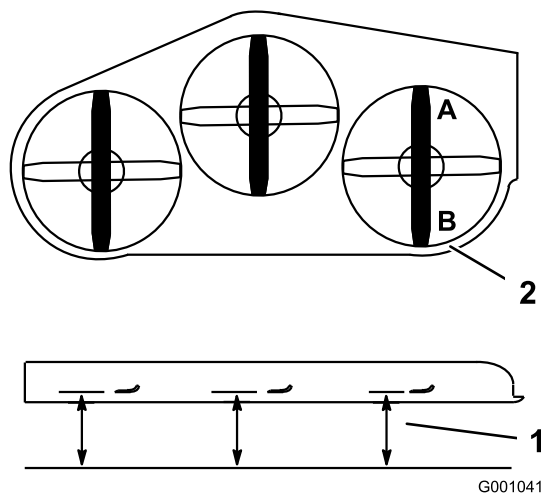

Figure 90
2. Tournez 1 lame dans le sens longitudinal. Mesurez la distance aux points **A** et **B** entre une surface plane et le bord coupant des pointes des lames (Figure 90).